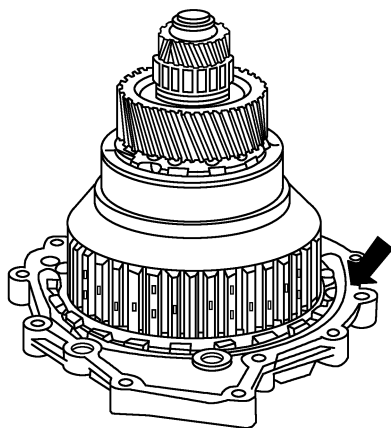

图 2-2-29 清洁盖板密封面
(7) 如图 2-2-29 中箭头所示，清洁盖板密封面。
(1) 检查盖板密封面(图 2-2-29 中箭头所示)和盖板有无损坏。
(2) 密封面的表面不允许有损坏，输入轴盖板不允许有断裂或裂纹。如密封面或盖板已损坏，则更换输入轴盖板。
(3) 如密封面和盖板没有损坏，需更换滚珠轴承。